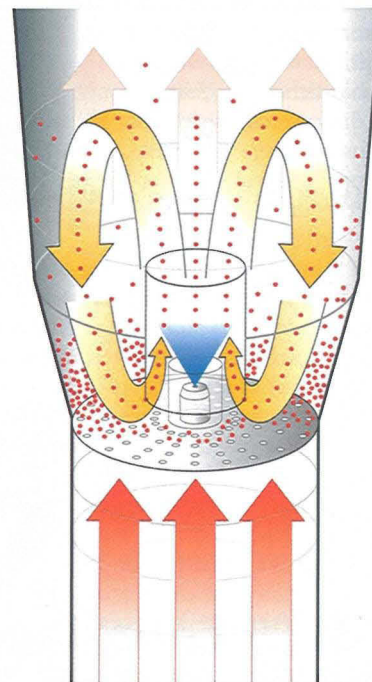

Bild 1: Wirbelschicht-Wurster-Verfahren zur Herstellung von Modified Release Pellets
Ein pharmazeutisches Produkt wurde mit viel Aufwand entwickelt, die Formulierung stimmt, sogar die Zulassung der FDA ist vorhanden – und dann lassen sich beim Scale-up die gewünschten Wirkstoff-Auflösungsprofile nicht mehr erreichen. Vor solchen Szenarien steht das Support-Team der Firma Glatt des Öfteren. Das Unternehmen unterstützt seine Kunden von der Auswahl der passenden Technologie bis zur Entwicklung des endgültigen Produktionsprozesses, so auch im gerade beschriebenen Beispiel. Bei dem pharmazeutischen Produkt handelte es sich um Modified Release (MR)-Pellets. Die Pellets werden sprühbeschichtet, wobei die vorletzte Schicht die Auflösungsdynamik steuert (Bild 1). Die Wirkstoffabgabe sollte pulsartig nach acht Stunden erfolgen. Leider haben viele Faktoren Einfluss auf die Qualität des Produkts. Manche Effekte mögen vorhersagbar sein (z. B. Ausbeute oder Agglomerationsrate), aber es ist nicht konkret prognostizierbar, wie sich die Wirkstoff-Freisetzung in Abhängigkeit von den Prozessparametern verhalten wird. Häufige Probleme bei der Verarbeitung von Modified Release-Coatings, die wie hier auf wässrigen Dispersionen basieren, liegen insbesondere in der Klebrigkeit der Coating-Materialien sowie in der Einstellung der geeignetsten Filmbildungs-Temperatur.